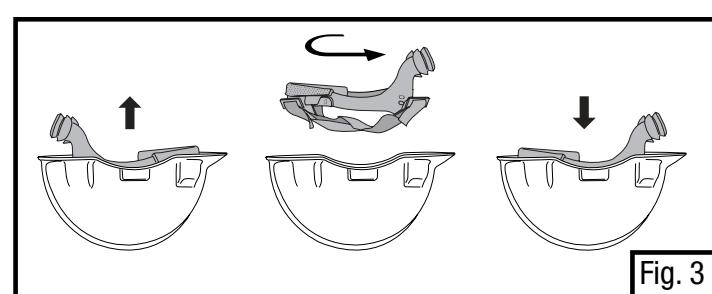

Fig. 3
- Asegúrese de reconfigurar el arnés para cabeza en el casco de modo que mire el borde hacia abajo como se muestra en la Fig. 3.